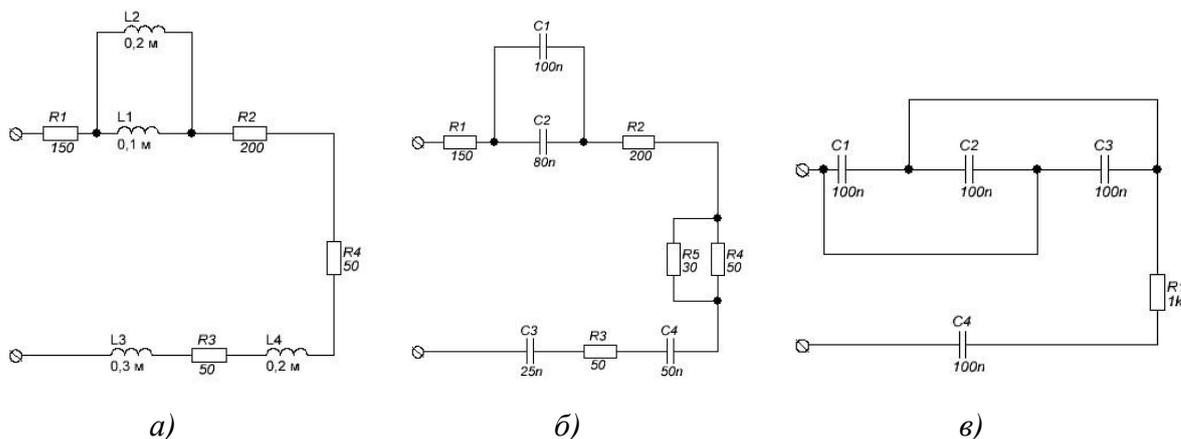

Рисунок 3.11
15. Начертить приблизительно кривые переходных процессов токов двухполюсников (рисунок 3.11) при их подключении к источнику постоянного напряжения 1 В при нулевых начальных условиях.
16. Начертить приблизительно кривую переходного процесса напряжения на индуктивном элементе L3 двухполюсника (рисунок 3.11 а) при его подключении к источнику постоянного напряжения 1 В при нулевых начальных условиях.
17. Начертить приблизительно кривую переходного процесса напряжения на емкостном элементе C3 двухполюсника (рисунок 3.11 б) при его подключении к источнику постоянного напряжения 1 В при нулевых начальных условиях.